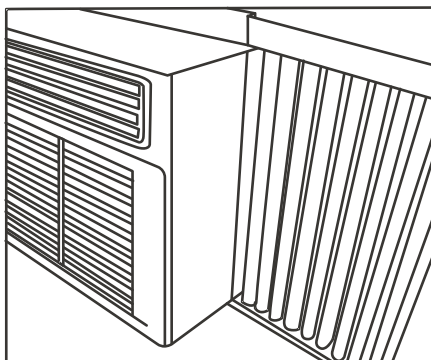

Fig.4
- Une fois que le panneau a été installé sur le côté de l'armoire, assurez-vous qu'il se trouve bien dans le cadre du châssis en effectuant de légers ajustements. Glisser les extrémités supérieure et inférieure du cadre dans les rails supérieur et inférieur de l'armoire Fig 4.